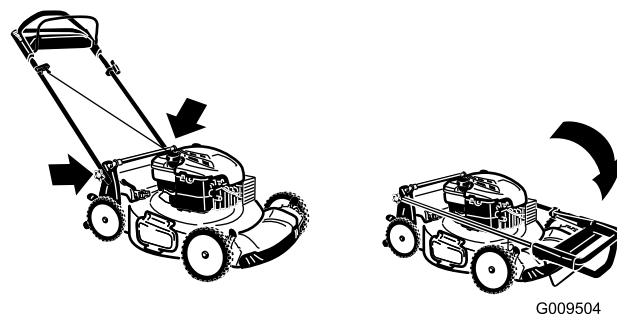

Figura 20
3. Pliegue hacia adelante la sección superior del manillar (ver Figura 20).